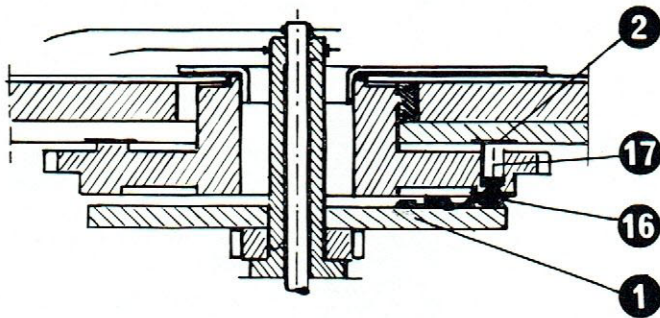

Fig. 20
Ce système diffère du précédent (paragraphe 1°) par l'adjonction sur la came d'un contact fixe venant « travailler » au moment de la sonnerie (fig. 20) avec un balai de contact fixé sur la roue des heures. La fermeture du circuit se fait par l'autre extrémité du contact fixe (17) frottant soit sur une plaquette de contact dorée ou une piste (2) (circuit imprimé doré).